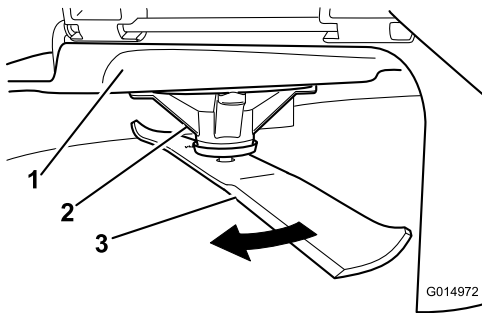

Figure 99
2. Enfilez des gants épais ou utilisez une autre protection adéquate pour les mains, et faites tourner la lame lentement jusqu'à une position permettant de mesurer la distance entre le tranchant et la surface plane sur laquelle se trouve la machine (Figure 99).